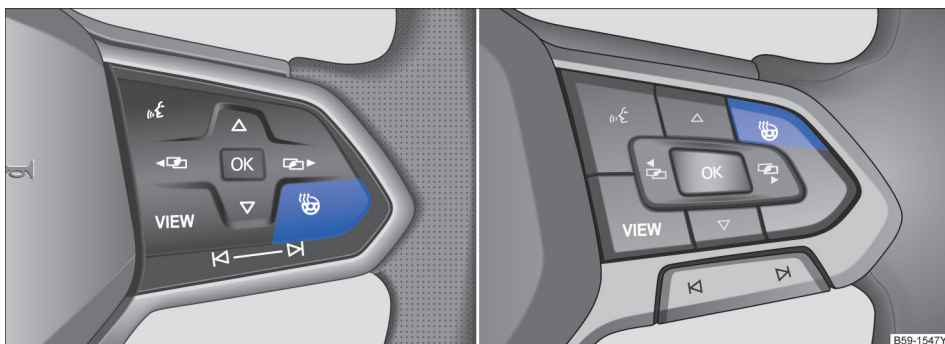

图 116 多功能方向盘上的：加热按钮
- 按压按钮 ☺ → 图 116，即可打开或关闭方向盘加热功能。